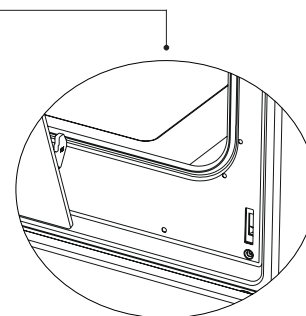

Figura 21.2
4. Para desmontar la puerta del horno, cuando esté casi cerrada tire de ella hacia arriba sujetándola con ambas manos para separarla (como en la figura 21.2).